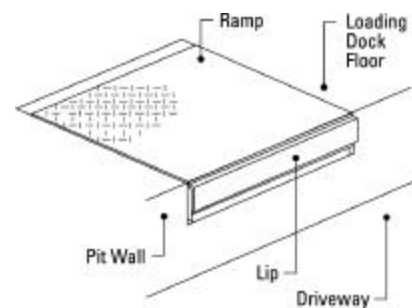

Fig. 28
- El tipo empotrado, instalado en una fosa formada en la plataforma de carga (Fig. 28).